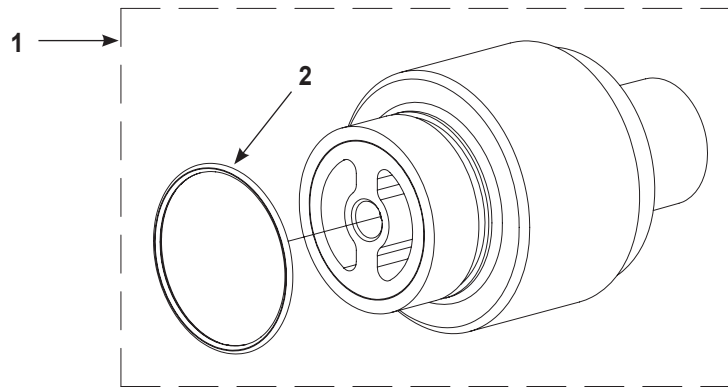

Abbildung 22 XD Elektrodenhalterungsbaugruppe
B. Siehe Abbildung 22 und die Ersatzteilliste für Reparaturteile für den XD Elektrodenhalterung-Baugruppensatz.